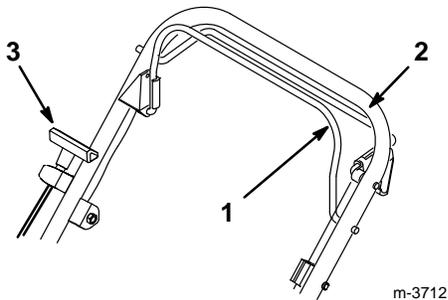

Abbildung 6
2. Den Schnittmesserbetätigungsbügel gegen die obere Griffstange halten (Abb. 6).
3. Leicht am Startergriff ziehen, bis Widerstand gespürt wird. Dann kräftig ziehen (Abb. 6). Das Seil langsam zum Griff zurückkehren lassen.